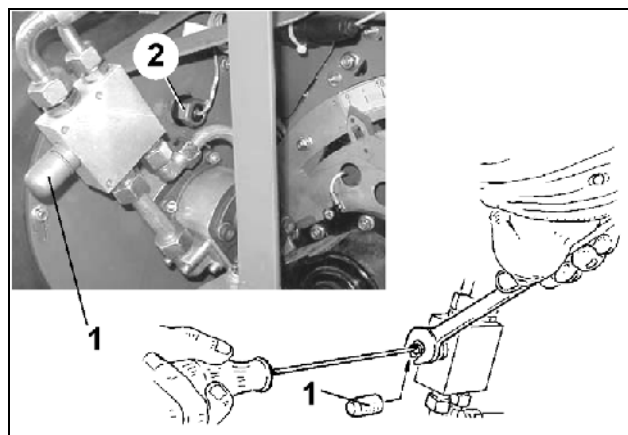

Fig. 106
Il numero di giri ventilatore necessario è riportato nella Tabella 6. Impostare il numero di giri ventilatore sulla valvola limitatrice della pressione (Fig. 106/2) oppure sulla valvola di regolazione della corrente del trattore.
- Rimuovere il cappuccio di protezione (Fig. 106/1)